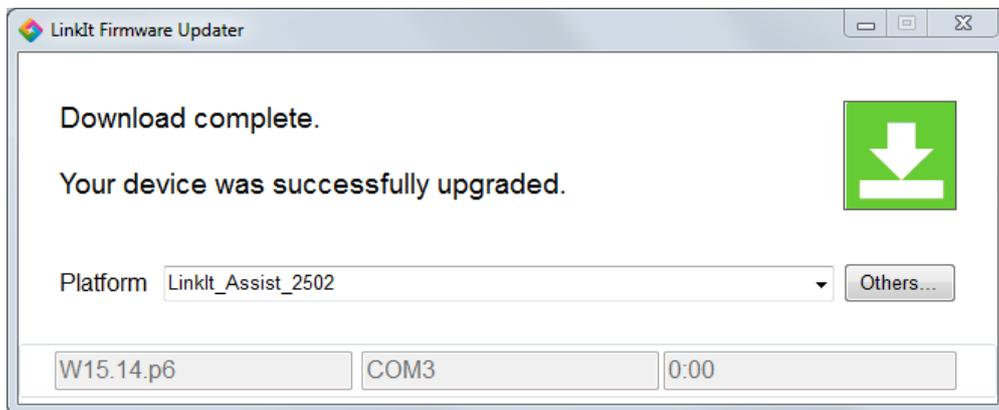

图 15 固件更新下载完成
- 6) 当固件更新完成后，下载完成网页将会确认，如图 15 。